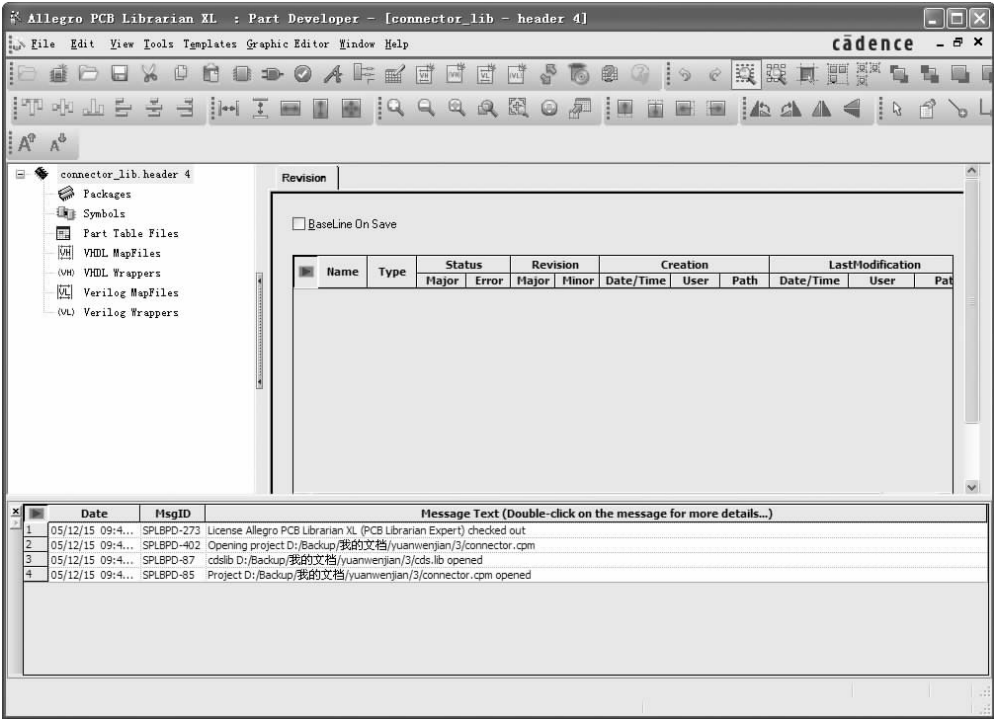

图 2-110 “Part Developer” 的图形窗口
10. 在“Cell”文本栏处输入元件库的名称，用元件型号命名，单击 **OK** 按钮，进入“Part Developer”的图形窗口，如图2-110所示。